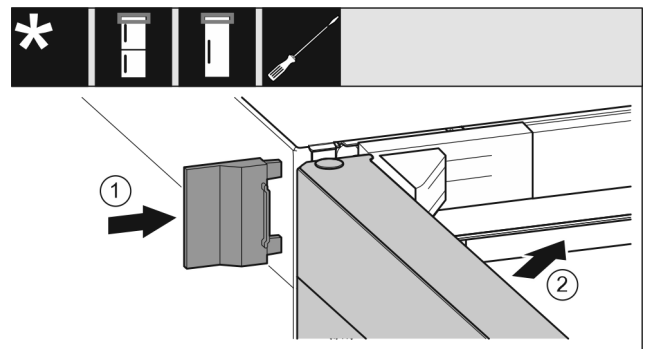

Fig. 21
- ▶ Uzbīdīet ārējo pārsegu. Fig. 21 (1)
- ▶ Aizveriet augšējās durvis. Fig. 21 (2)